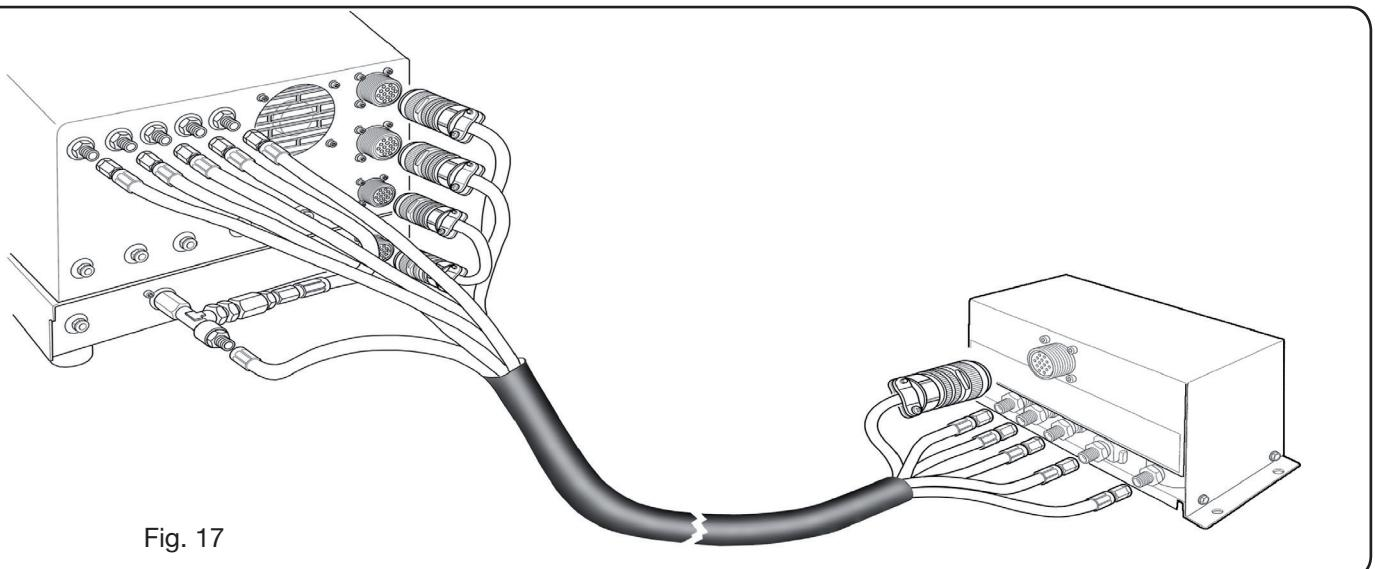

Fig. 17
- Collegare il fascio tubi art.1166 serrando i tubi alle rispettive uscite dei gas e facendo attenzione alla corrispondenza delle marcature (plasma preflow, secondary preflow/cutflow e auxiliary nella PGC-3; plasma cutlow nella PGC-2); avvitare il connettore elettrico all’uscita CN05 (vedi parte sinistra di fig. 17).
- Collegare l’altra estremità del art.1166 alla console valvole PVC (art.469) per i tubi “plasma”, a “secondary” e “auxiliary”, facendo attenzione alla corrispondenza delle marcature. Fissare la PVC sulla testa del pantografo, in prossimità della torcia (vedi parte destra di fig. 17).
- Collegare infine la connessione art.1189 avvitando il connettore elettrico all’uscita CN04 (vedi parte sinistra di fig. 17).
- Collegare l'altra estremità del art.1166 alla console valvole PVC (art.469) per i tubi "plasma", a "secondary" e "auxiliary", facendo attenzione alla corrispondenza delle marcature dei tubi gas. Fissare la PVC sulla testa del pantografo, in prossimità della torcia (vedi parte destra di fig. 17).